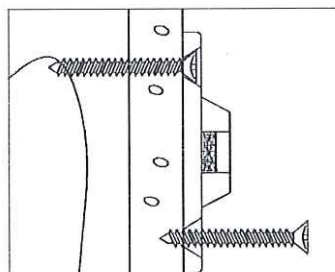
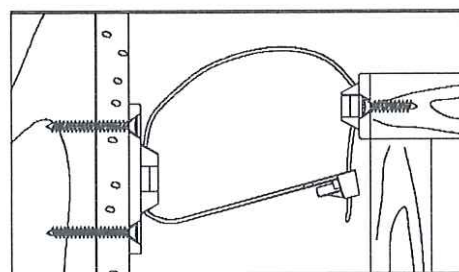

Figure 2
Figure 3
3) INSTALLATION DU SUPPORT MURAL: Placez le support latéral mural le long des marques du montant choisi de manière à ce qu'il soit voisin au support latéral du meuble lorsque le meuble sera placé à son emplacement final. Le support mural devrait être situé à 2,54cm (1 POUCE) plus bas que le support latéral du meuble (voir la Figure 3). Utilisez les DEUX vis longues pour fixer le support latéral mural au mur. Souvenez-vous de placer le support latéral mural à la verticale de manière à ce que les deux vis s'insèrent dans les montants choisis (voir la Figure 2).